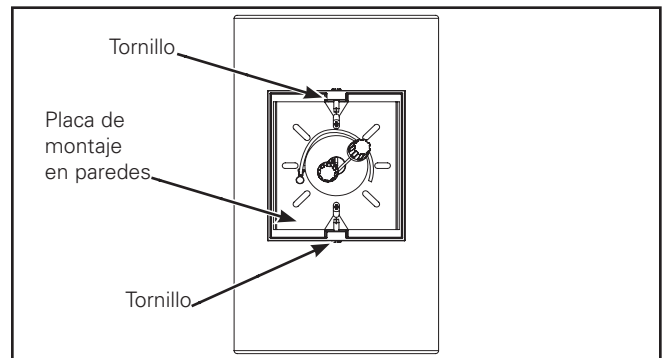

Figura 1.
2. Monte la unidad del alojamiento cilíndrico en la pared, ajustando los tornillos en la parte superior e inferior de la base del brazo para enganchar la placa de montaje (Figura 1.).